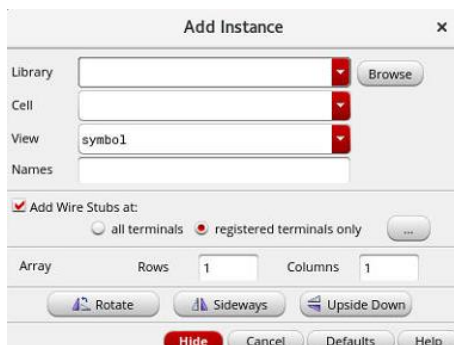

图 3.3 添加器件窗口
添加器件有三种方法，①Create->Instance，②键入快捷键 i，③工具栏 Instance，弹出的对话框如如图 3.3 所示。